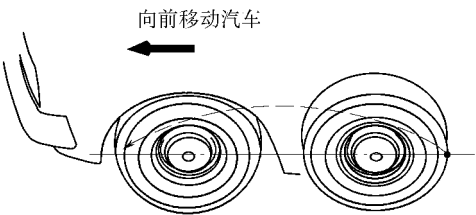

图 14-37 向前移动汽车
②向前移动汽车，使轮胎后侧的标记移到安放在前面的测量仪的测量高度位置，如图 14-37 所示。